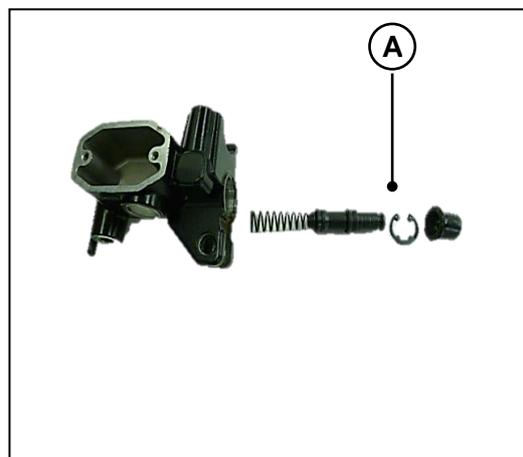

Fig. 4.40
Con unas pinzas adecuadas remueva el pin (A) del pistón. **Fig. 4.40**